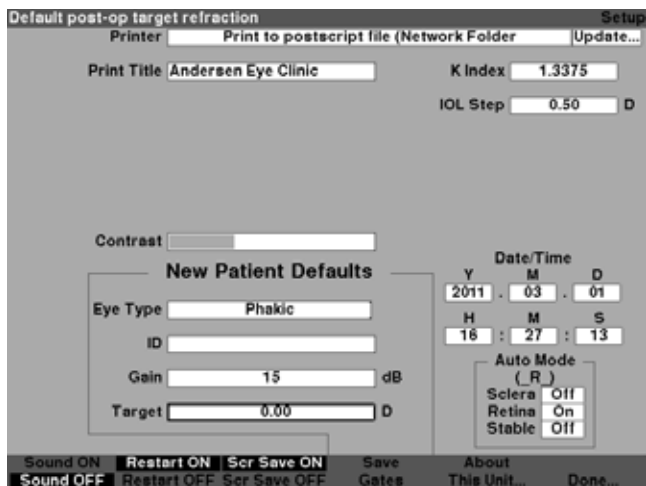

Figura 5-52 Campo Target (Objetivo) seleccionado
1. En la pantalla Setup (Configuración), gire el control giratorio para seleccionar el campo Target (Objetivo) de los valores predeterminados para un paciente nuevo, indicado con un borde negro continuo, como se muestra en la Figura 5-52.